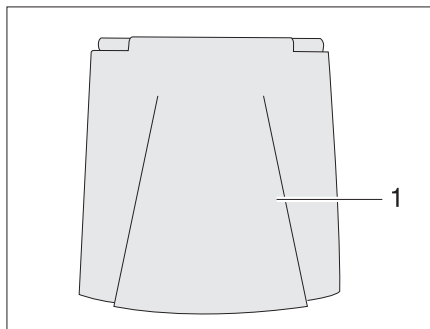

Bild 37 Utvändig lucka 230 V-anslutning
- Vrid den utvändiga luckan (Bild 37,1) uppåt.
- Fäll ned den utvändiga luckan (Bild 37,1) och tryck till.